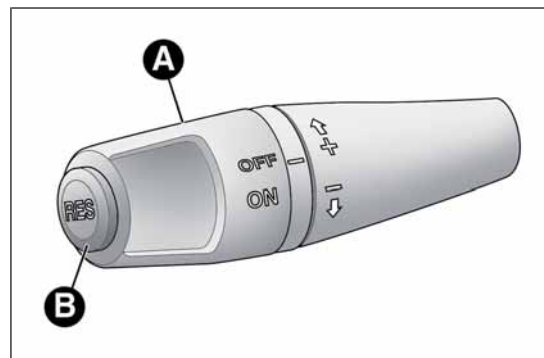

РИС. 38
Поверните переключатель А РИС. 38 в положение ON.
- поверните переключатель А РИС. 38 в положение ON (Вкл) и нажмите педаль акселератора, разогнав автомобиль до нужной скорости;
- нажмите кнопку RES (В РИС. 38).
- поверните переключатель А РИС. 38 в положение OFF;
В случае сбоев в работе или неисправности устройства поверните переключатель А РИС. 38 в положение OFF и обратитесь в сервисный центр Alfa Romeo.